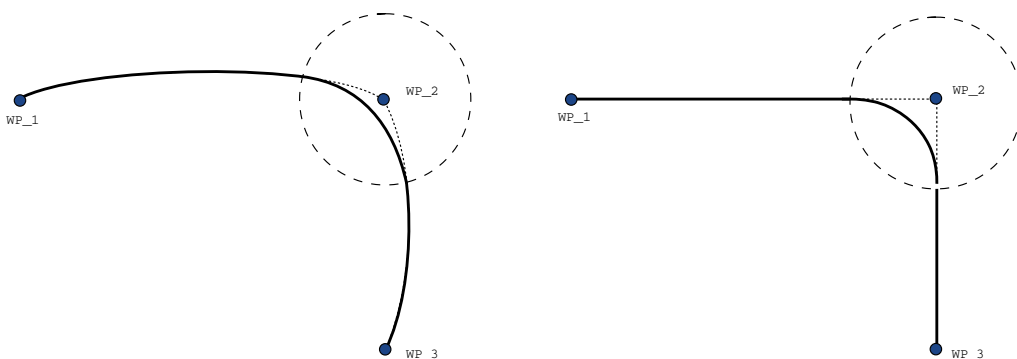

Figura 15.6: Movimento e transizione nel rapporto fra spazio dei giunti (M_{uoviJ}) e cartesiano (M_{uoviL}).
- **Transizioni che comprendono MuoviJ** Le transizioni MuoviJ causano una curva uniforme nello spazio del giunto. Ciò vale per le transizioni da MuoviJ a MuoviJ, da MuoviJ a MuoviL e da MuoviL a MuoviJ. La transizione produce una traiettoria più uniforme e veloce rispetto ai movimenti senza transizione (consultare la Figura 15.6). Se la velocità e l'accelerazione vengono utilizzati per specificare il profilo della velocità, la transizione rimane all'interno del raggio di transizione durante la transizione. Se si utilizza la *durata* invece della *velocità* e dell'*accelerazione* per la specifica del profilo della velocità di entrambi i movimenti, la traiettoria di transizione segue la traiettoria di MuoviJ originale. Se entrambi i movimenti sono limitati nel tempo, l'uso delle transizioni non permette di risparmiare tempo.